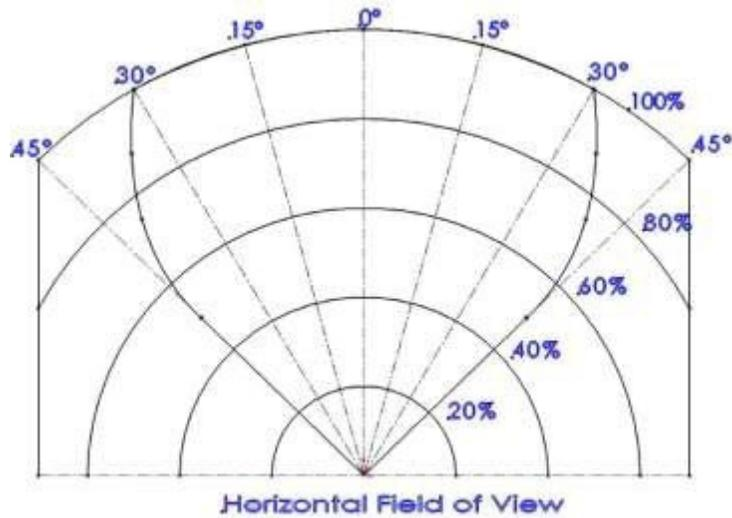
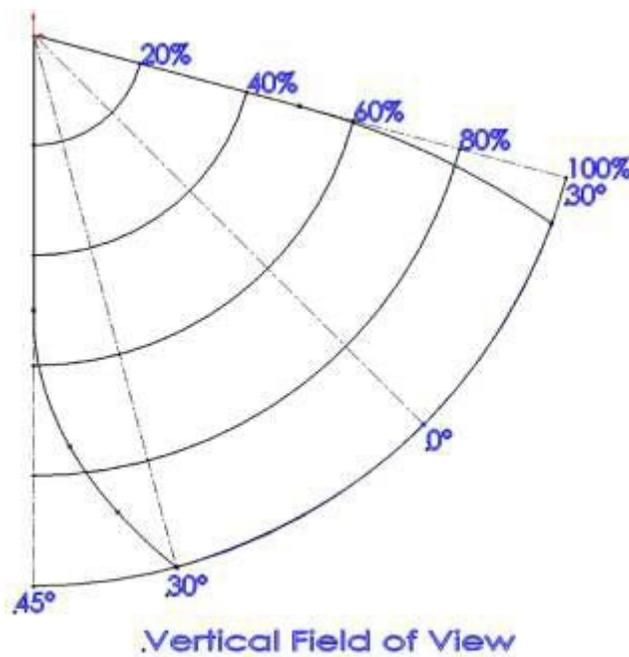

Figure 11 : Champ de vision horizontal
Figure 12 : Champ de vision vertical
- Le champ de vision des détecteurs (voir Figure 11 et Figure 12)